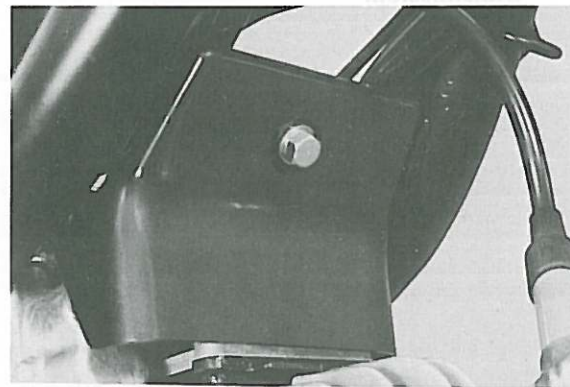

Fig. 3-1-2
7. Remove panel cover and front cover. (Fig. 3-1-2)
7. Enlever le couvercle du panneau et le couvercle avant. (Fig. 3-1-2)
7. Abdeckung und Frontdeckel entfernen. (Fig. 3-1-2)